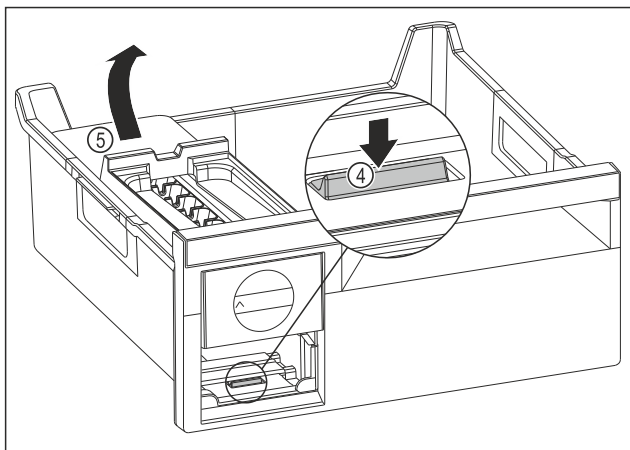

Fig. 90
- Ta ut EasyTwist-Ice-enheten: Tryck ned skenan Fig. 90 (4) med fingret och lyft samtidigt EasyTwist-Ice-enheten Fig. 90 (5) bakifrån med andra handen.